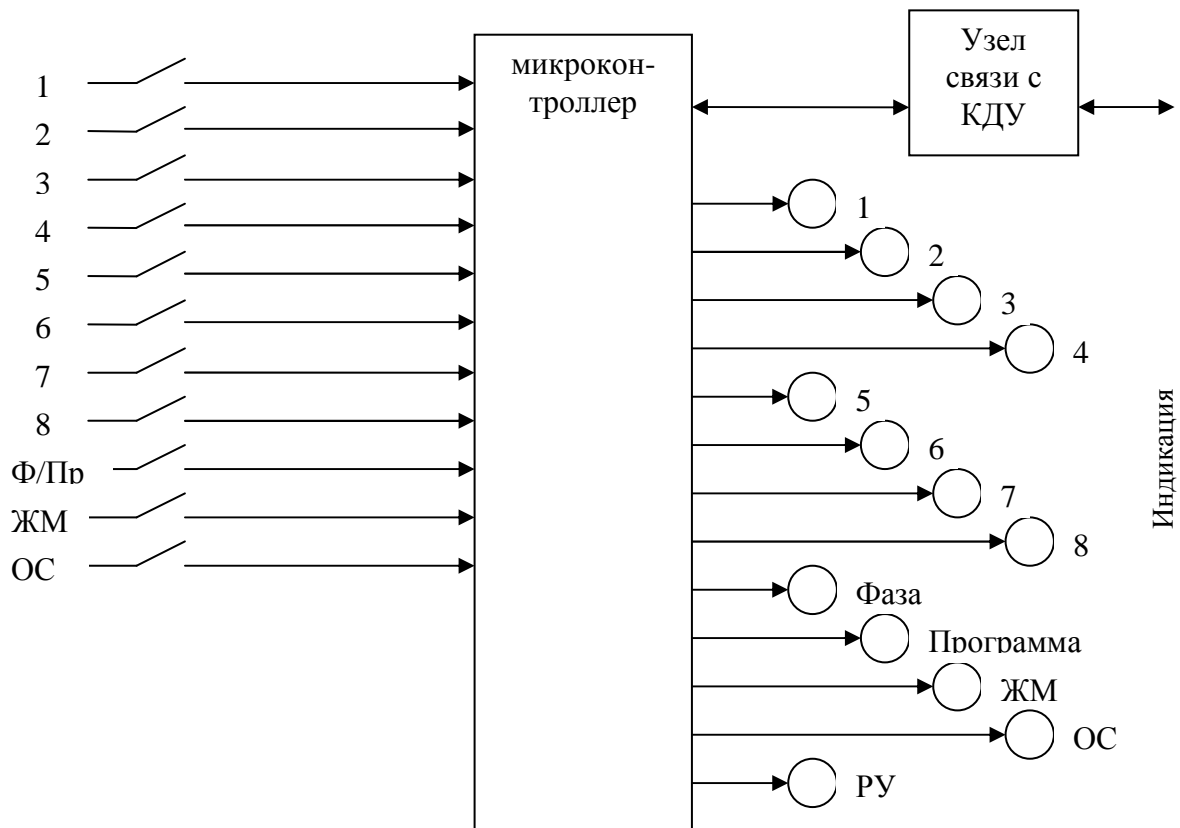

Рисунок 1. Функциональная схема ВПУ.
2.1. Функциональная схема устройства приведена на рис.1, электрическая принципиальная схема – в приложении 1.